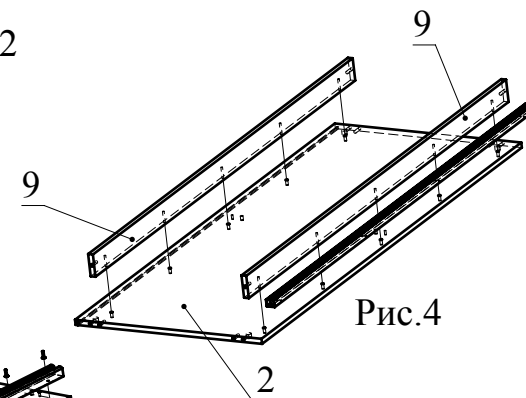

Рис.4
2. Вбейте подпятники в детали 3, 4 и 9. С помощью конфирматов соедините деталь 2 с деталью 9. С помощью шурупов 3,5 x16 прикрутите нижнюю направляющую (пластик) в деталь 2 (Рис. 4).